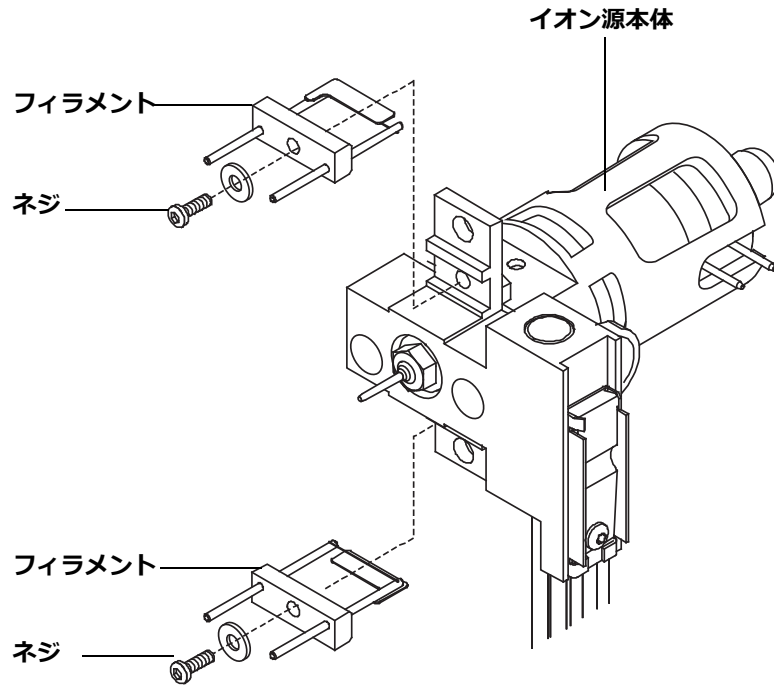

図 33 フィラメントの交換
- 4 フィラメントをイオン源本体に固定しているネジを外します (図 33 を参照してください)。
- 5 フィラメントをイオン源アセンブリからスライドさせて外します (図 33 を参照してください)。
- 2 新しいフィラメントをイオン源本体のフィラメントの位置に取り付けます (図 33 を参照してください)。